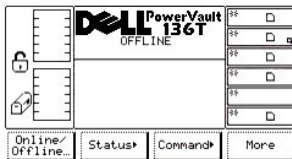

图 4. 检验完成对话框
- 1 如果按下**确定**软键下方的按钮，将会显示图 4。磁带库随即脱机。